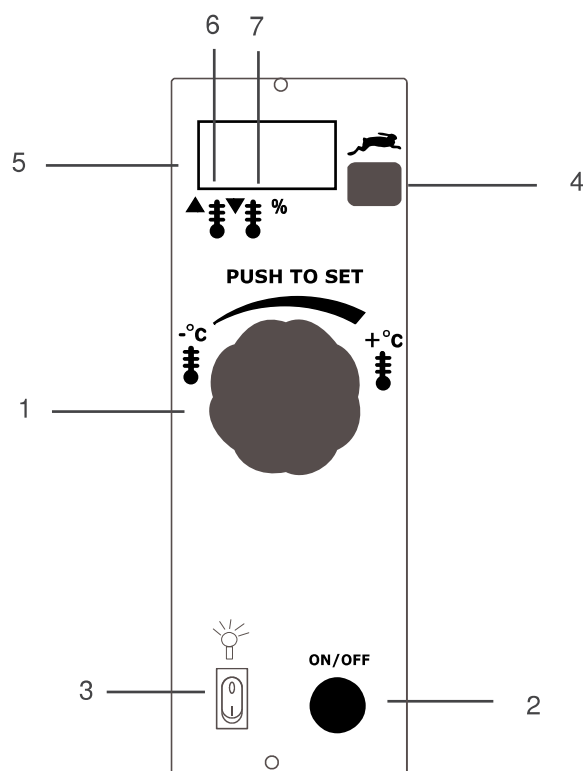

FIG.1 (Pannello comandi)
Il pannello comandi è installato nel lato anteriore del forno come indicato in **FIG.1**.
LEGENDA FIG.1
Tutte le impostazioni vengono effettuate con la pressione della manopola "PUSH TO SET" (**FIG.1 Rif.1**).
Premendo una sola volta la manopola "PUSH TO SET" (**FIG.1 Rif.1**), sul display (**FIG.1 Rif.5**) lampeggerà il valore della temperatura che si desidera raggiungere all'interno della camera.
Ruotando la manopola "PUSH TO SET" (**FIG.1 Rif.1**), scegliere il valore desiderato; una seconda pressione confermerà il dato e abiliterà l'impostazione del valore (**in percentuale %**) della resistenza cielo (**LED lampeggiante FIG.1 rif.6**).
Scegliere il valore (**in percentuale %**) di lavoro al quale si desidera far riscaldare la resistenza cielo; una terza pressione della manopola confermerà il dato e abiliterà l'impostazione del valore (**in percentuale %**) della resistenza platea (**LED lampeggiante FIG.1 rif.7**).
Premendo nuovamente la manopola "PUSH TO SET" (**FIG.1 Rif.1**), anche l'ultimo valore viene salvato ed il display (**FIG.1 Rif.5**) visualizzerà la temperatura all'interno della camera.
- 3) Portare il pulsante del forno "ON/OFF" (**FIG.1 Rif.2**) in **pos."ON"**;
- 4) Impostare la temperatura del forno a 150°C premendo ruotando il tasto "PUSH TO SET" (**FIG.1 Rif.1**), fino a che si accenderanno i LED di riferimento (**FIG.1 rif.ti 6 e 7**).
- 6) Spegner il forno portando il pulsante "ON/OFF" (**FIG.1 Rif.2**) in **pos."OFF"**;
- 10) Disattivare il funzionamento delle resistenze tramite il tasto "ON/OFF" (**FIG.1-Rif.2**) in pos. "OFF".
- 2) Portare il pulsante del forno "ON/OFF" (**FIG.1 Rif.2**) in pos."ON";
- 3) Impostare al valore desiderato la temperatura del forno premendo e ruotando il tasto "PUSH TO SET" (**FIG.1 Rif.1**). Impostare la percentuale (%) di lavoro desiderata delle resistenze premendo il tasto "PUSH TO SET" (**FIG.1 Rif.1**) fino all'accensione del LED di riferimento (**FIG.1 rif.ti 6 e 7**) della resistenza; di seguito ruotare la manopola per impostare il valore desiderato. Perché il forno appena acceso raggiunga la temperatura impostata nel minor tempo possibile, premere il tasto "LEPRE" (**FIG.1 Rif.4**)
- 4) Una volta che il forno ha raggiunto la temperatura desiderata (vedi punto **9**) del presente paragrafo), visibile nel display (**FIG.1 Rif.3**) è possibile inserire nel forno la pizza per la cottura;
- 6) Per illuminare l'interno della camera cottura premere l'interruttore lampada forno (**FIG.1-Rif.5**);
- 1) Spegner il forno portando nella **pos."0"** gli interruttori che mettono in funzione le resistenze (**FIG.1;2;-Rif.3**) e le manopole che regolano i termostati; (**FIG.1-Rif.2**)